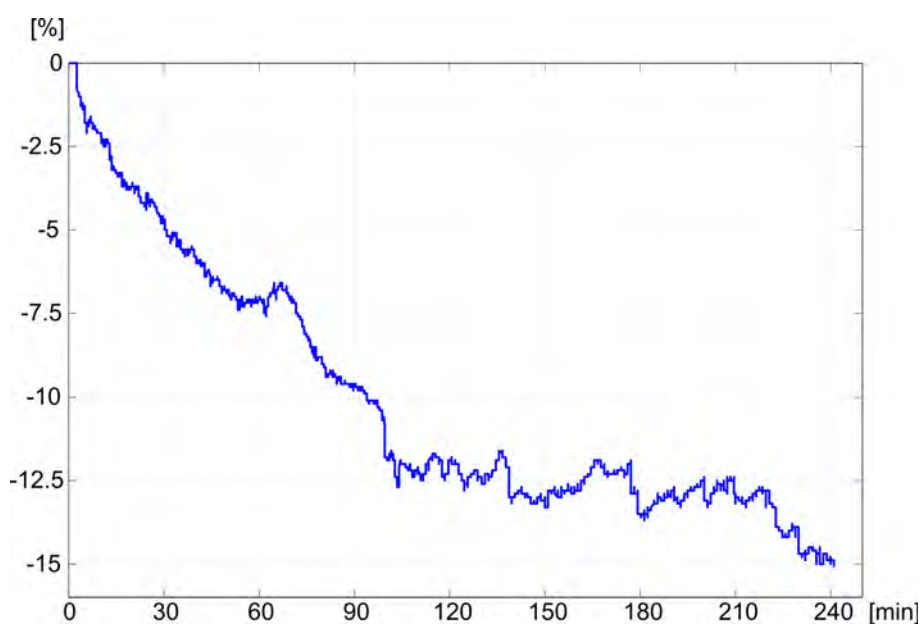

Bild 11-19 Trend för relativ blodvolym (i %) under behandling (tid i minuter)
Hematokritsensorn (tillval) (se avsnitt 11.4 Hematokritsensor (HCT-sensor) (272)) ger relativa blodvolymvärden (delta-blodvolym i %) i tidsintervall om 10 sekunder. bioLogic Fusion använder dessa värden för att beräkna lutningarna i de senaste 10 minuternas RBV-trend (Bild 11-19) för att övervaka utvecklingen av RBV-minskning.